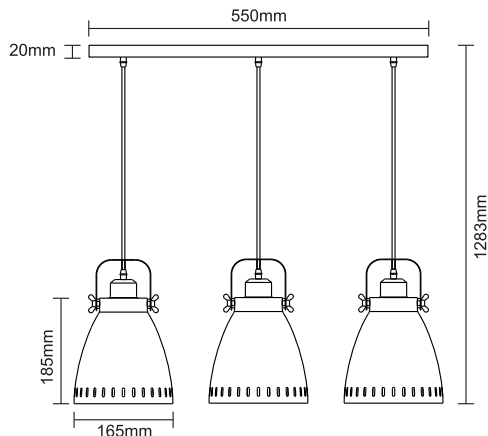

Рис.1
- Размер изделия: смотри Рис.1